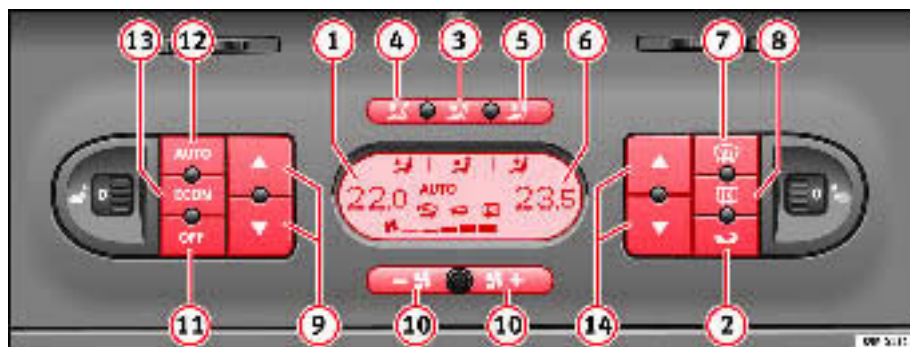

Fig. 131 Sur le tableau de bord : éléments de commande du Climatronic 2 zones
- Appuyez sur l'une des touches ⇒ page 166, fig. 131 ③ à ⑤, sur la touche (ECON) ou appuyez sur les touches de la soufflante ⑩ pour activer le mode manuel. Le symbole (AUTO) disparaîtra alors de l'affichage.
- Appuyez sur la touche  ⇒ page 166, fig. 131  pour activer ou désactiver le mode recyclage de l'air ambiant. Il est activé si vous voyez sur l'affichage le symbole .